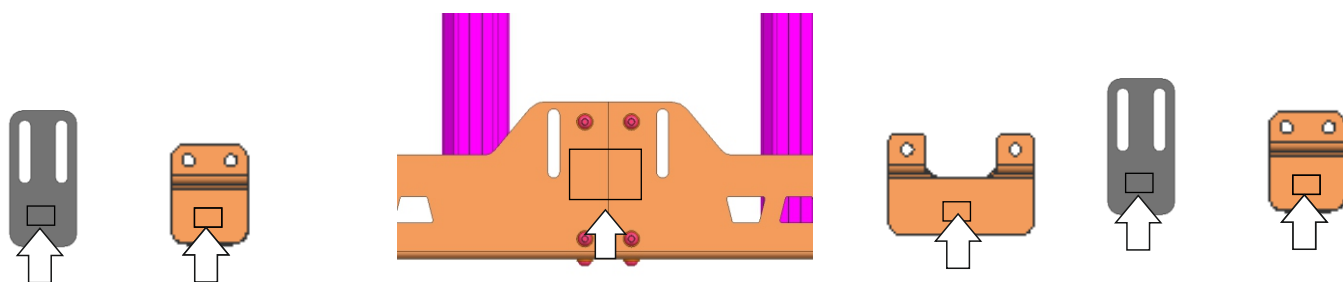

Рис.10
9. Наклеить подушку на клеевой основе (поз. Н) на места касания кронштейнов с рейлингом - проставка (поз. 10), стык соединения кронштейнов (поз. 2,4) и (поз. 3,5), на кронштейнах (поз. 12,13,14), как показано на рис.10.
10. Установить передние (поз.12) и задние (поз.13) кронштейны через проставку, с помощью винтов 8x30 (поз. Г), шайб 8 (поз. Ж) и гаек М8 (поз. М), как показано на рис. 10. Винты не затягивать.